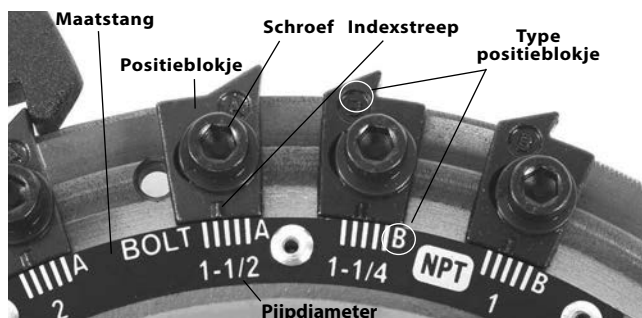

Figuur 14 – Snijkussens aanbrengen
5. Breng geschikte snijkussens aan in de snijkop, met de genummerde rand naar boven gericht, tot het merkstreepje gelijk ligt met de rand van de snijkop (zie Figuur 14). De nummers op de snijkussens moeten overeenkomen met de nummers in de snijkopsleuven. Vervang de snijkussens steeds als set – gebruik snijkussens uit verschillende sets nooit samen.